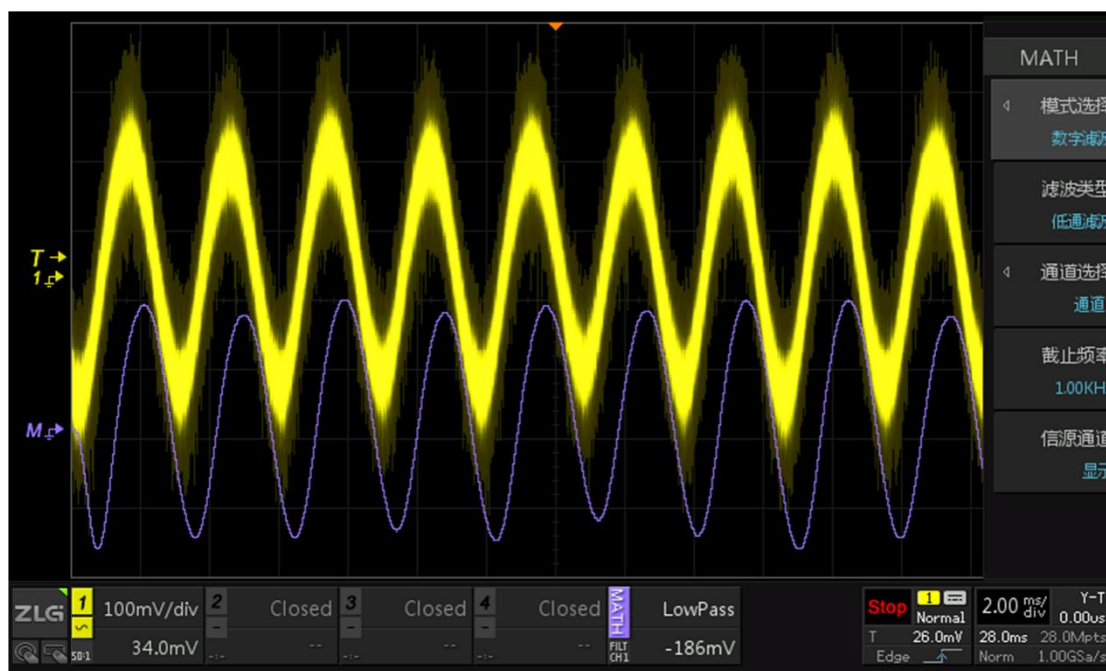

图 17-15 滤波后的波形
- 2、点击“多功能控制区”的【Math】进入数学运算界面，点击菜单右侧相应软键【模式选择】，旋转旋钮 A 选中【数字滤波】，短按旋钮 A 选择完成。【滤波类型】选择【低通滤波】，【信源选择】选择【CH1】，【截止频率】通过旋转旋钮调节，使其大于信号本身的频率，直至信号完整呈现，可设在 1KHz 左右，1K 大概可看到信号的 3 次谐波，其它更高频率的谐波和干扰就会被过滤。具体波形如图 17-15 所示。
通过图 17-15 可知，通过较少的计算量，可以使通带内具有很好的平坦度、阻带内有足够的衰减和足够小的阻带纹波，以及陡降的过渡带。